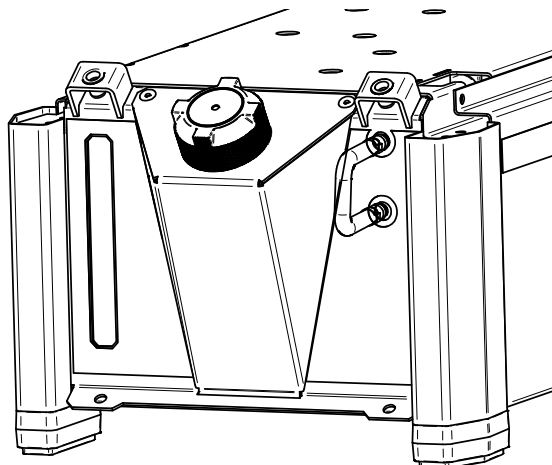

Figura 36
- Conectați furtunul cu un conector rapid de apă (adăugat la echipament) la orificiul de intrare și de ieșire al răcitorului (Figura 36).